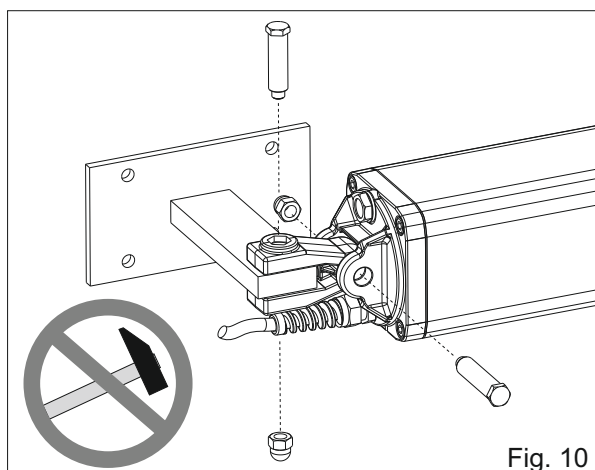

Fig. 10
- Fijar la horquilla oscilante como en la Fig. 10